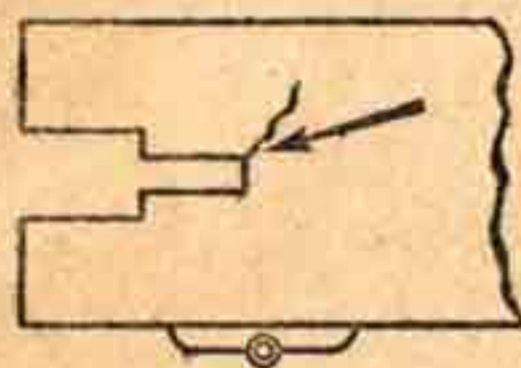

Рис. 37. Место, где может появиться трещина.
**Устранение.** Подать рукоятку вперед и бросить ее. Чтобы задержка не повторялась, нужно несколько убавить натяжение возвратной пружины. После того, как сальники и смазка разогреются от стрельбы, восстановить первоначальное натяжение возвратной пружины, так как от стрельбы со слабым натяжением возвратной пружины может треснуть в верхнем углу заднего выреза правая стенка короба (рис. 37), что выведет пулемет из строя.